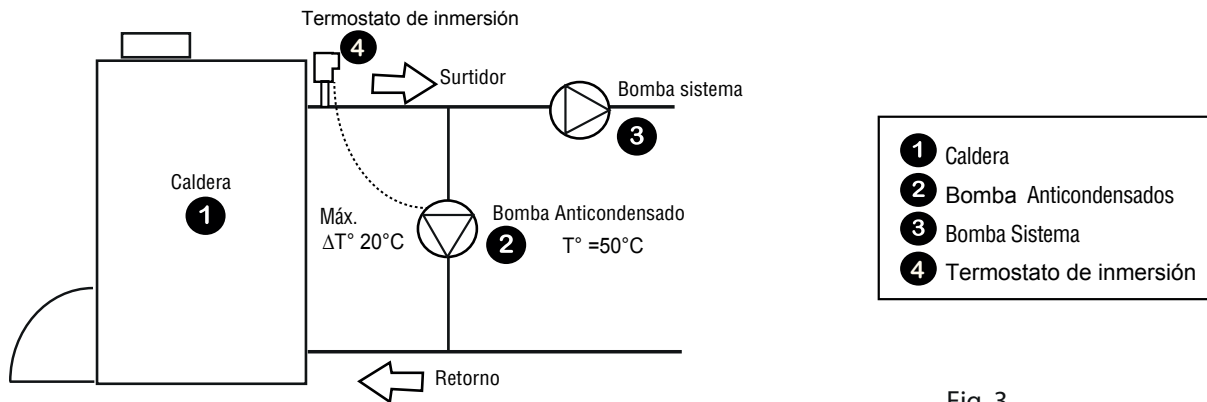

Fig. 3
2.6 Bomba de recirculación Anticondensados (Fig.3) ②, Anti Shock Térmico.